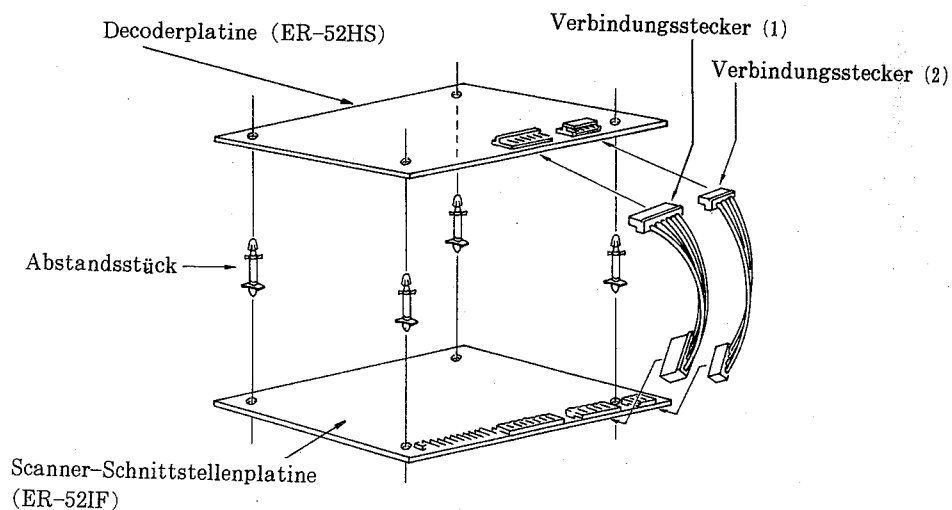

Abb.48
- (3) Die Abstandsstücke (4 Stück) an der Scanner-Schnittstellenplatine (ER-52IF) anbringen (siehe Abb. 48).
- (4) Die Decoderplatine an den Abstandsstücken der Scanner-Schnittstellenplatine anbringen und die Verbindungsstecker (1) und (2) anschließen. (Siehe Abb. 48).
- (5) Die Scanner-Schnittstellenplatine mit der Anwenderplatine verbinden.